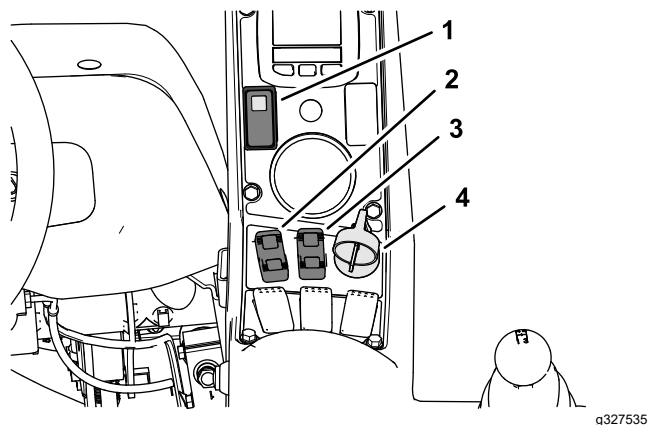
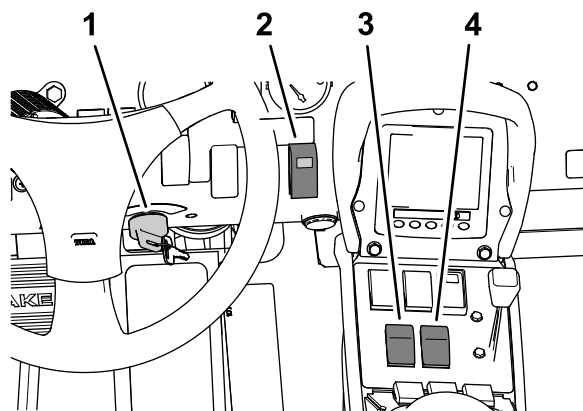
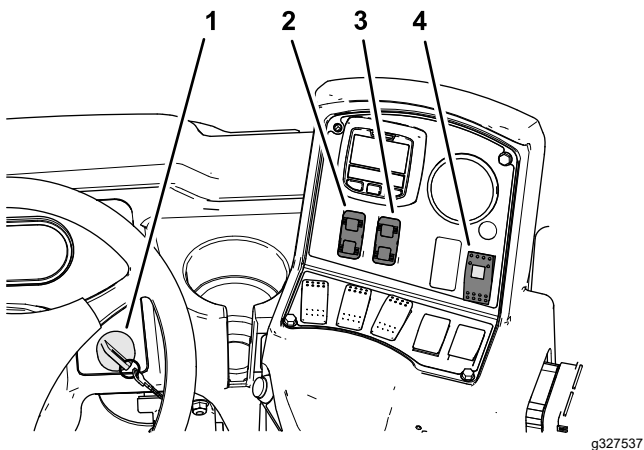

图 41
图 42
图 43
4. 将超声波喷洒臂开关按压至 ON 开启位置图 41、图 42 或图 43。